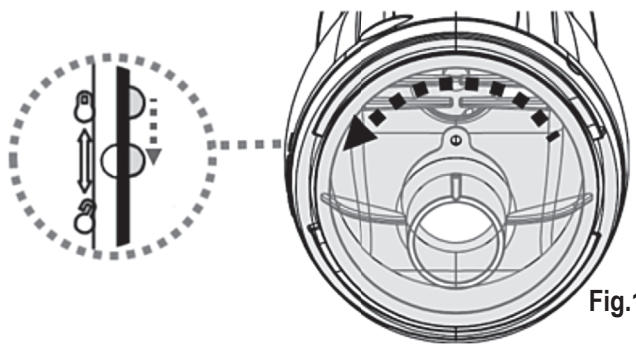

Fig.1
- 2) Aguante el cuerpo del limpiafondos y gire el contenedor transparente en sentido contrario a las agujas del reloj hasta que la marca blanca en el contenedor transparente alcance la marca de desbloqueo. (Fig.1) Retire el contenedor transparente y luego saque el saco de filtro / cesta filtrante del limpiafondos.